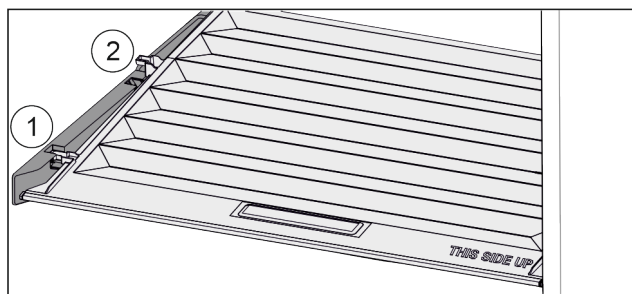

Fig. 58
- ▶ Vytáhněte víko dopředu až k otvoru v přídržných dílech Fig. 58 (1).
- ▶ Vzadu zespu do nadzvedněte a vyjměte směrem nahoru Fig. 58 (2).